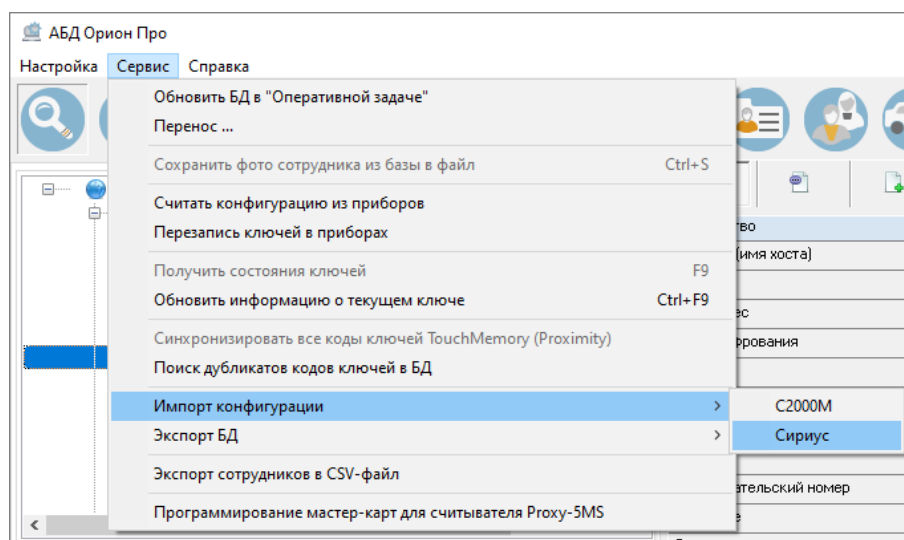

Рисунок 6-941 Инициализация импорта конфигурации ППКУП "Сириус" в БД через меню "Сервис"
- а) выделите в дереве объектов тот ППКУП «Сириус», для которого необходимо импортировать конфигурацию, и выберите в меню «Сервис» пункт «Импорт конфигурации», а затем пункт «Сириус» (см. Рисунок 6-941);